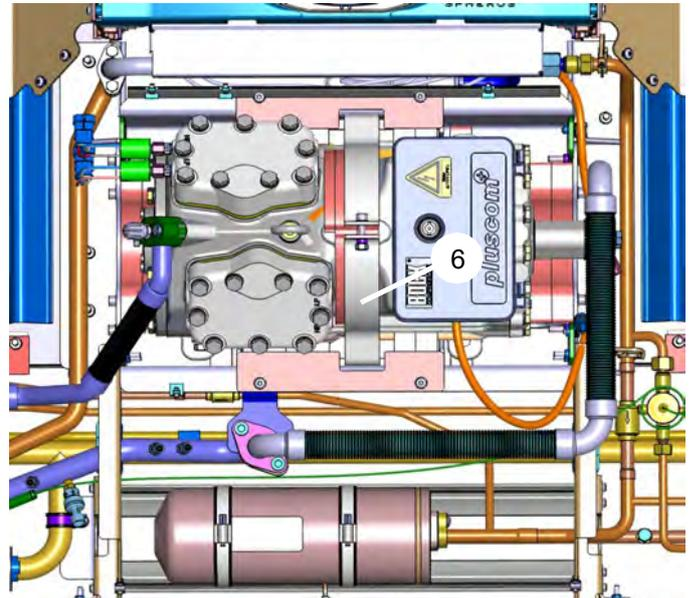
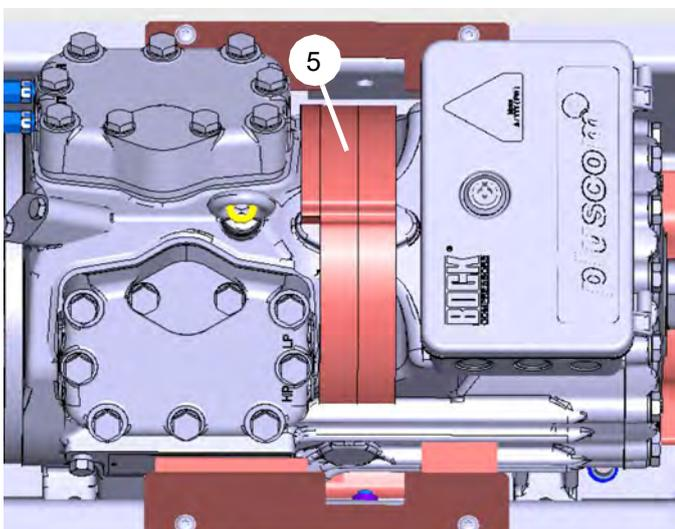

Abb. 813
Abb. 812
- Schaumstoff (5, Abb. 812) auf der Oberseite des Verdichters ausrichten und Verdichter mit Haltebügeln (6, Abb. 813) wieder fixieren. Schraube mit Siegelack gegen nicht autorisiertes Öffnen sichern.